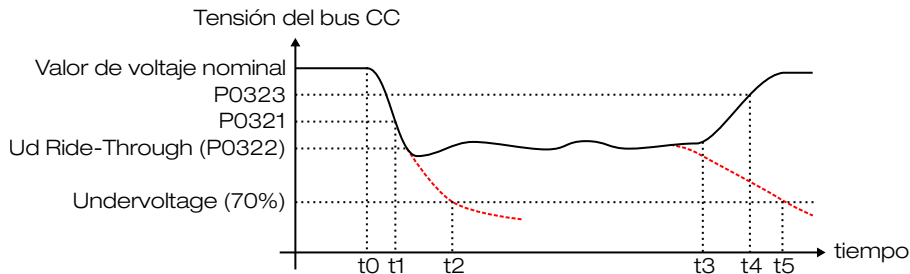

Figura 5.40: Actuación de la función Ride-Through en modo vectorial
- En caso de que la red no retorne, el conjunto permanecerá en esta condición el mayor tiempo posible (depende del balance energético) hasta que ocurra subtensión (F0021 en  $t_5$ ) en este instante el disyuntor de entrada se abre y se activa el relé de precarga. Si la red retorna ( $t_3$ ) antes de que ocurra subtensión, el convertidor detectará el retorno de ésta cuando la tensión  $U_d$  alcance el nivel "Ud retorno red" ( $t_4$ ). El motor será reacelerado, siguiendo la rampa ajustada, desde el valor de la corriente de velocidad hasta el valor definido por la referencia de velocidad activa (Figura 5.40 en la página 5-74).